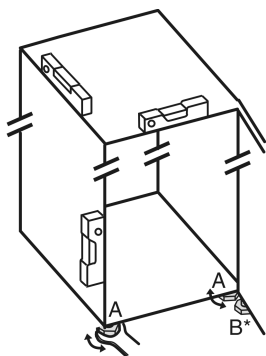

Fig. 5
- ▶ Seřizovací nožky Fig. 5 (A) vyšroubujte pomocí příloženého vidlicového klíče a pomocí vodováhy, dokud nebude spotřebič pevně vyrovnáný.
- ▶ Seřizovací nožku Fig. 5 (B) na stojanu ložiska vytáčejte pomocí příloženého vidlicového klíče, až dosedne na zem.
- ▶ Seřizovací nožku Fig. 5 (B) otáčejte dál o 90°.